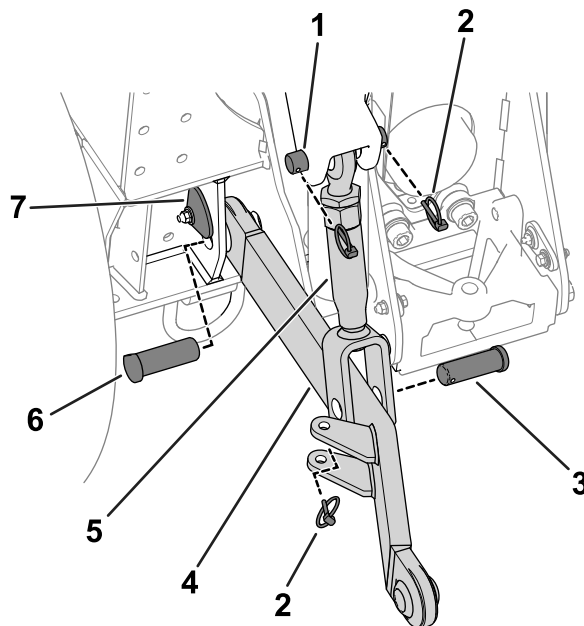
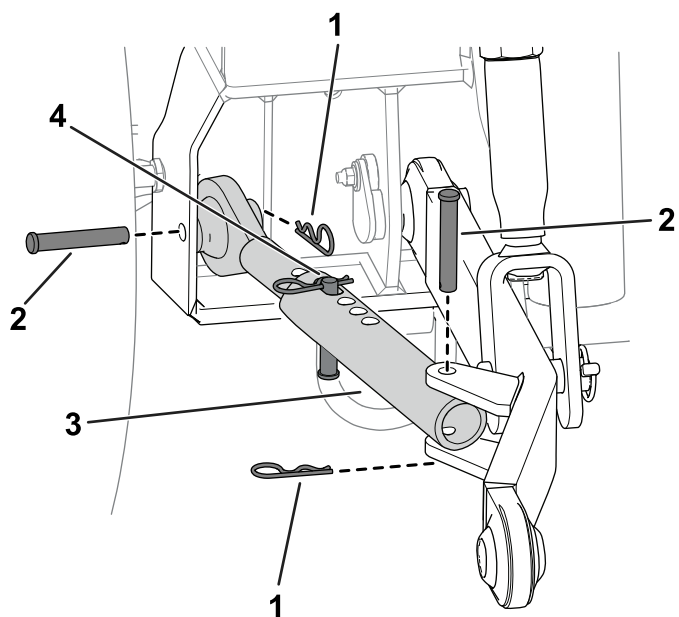

図 3
図 4
- A. ピンプレート 図 3を立ててピンを露出させる。
- B. 下側ピンを取り外す 図 3。
- C. ドラフトリンクを 図 3のようにセットする。
- D. フレームとドラフトリンクに下側ピンを通す 図 3。
3. クレビスピンとリンチピンで、昇降リンクをドラフトリンクに取り付ける 図 3。
4. クレビスピンとヘアピンコッターで、スウェイリンクを機体フレームに取り付ける 図 4。
**注** 図 3と図 4は機体左側のリンクの取り付けです。機体の反対側でも同じ作業を行ってください。
1. 昇降リンクピン1本とリンチピン2本で、昇降リンクを機体の昇降アームに取り付ける 図 3。
- クレビスピンとヘアピンコッターで、スウェイリンクをドラフトリンクに取り付ける 図 4。
- クレビスピンとヘアピンコッターをスウェイリンクに取り付ける 図 4。